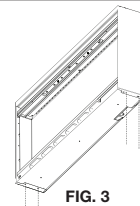
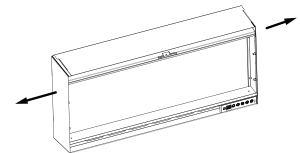

FIG. 3
FIG. 4
- If side covers are installed prior to recessed installation, remove the side covers by removing the screws (FIG. 3 and 4).
4. Si les capots latéraux sont installés avant l'installation en retrait, retirez les capots latéraux en retirant les vis (Fig. 3 et Fig. 4).